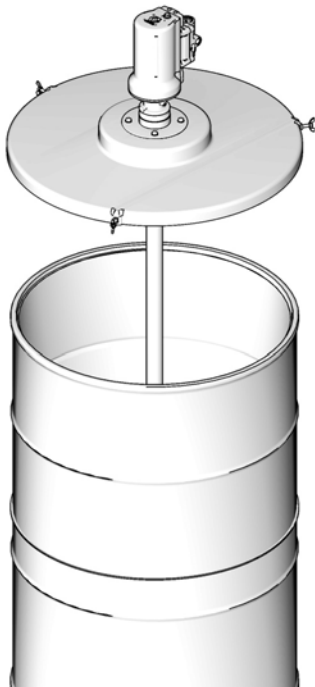

FIG. 9
7. Introduire le tube descendant de la pompe dans le centre de l'œillet en caoutchouc de la plaque d'appui (FIG. 9).